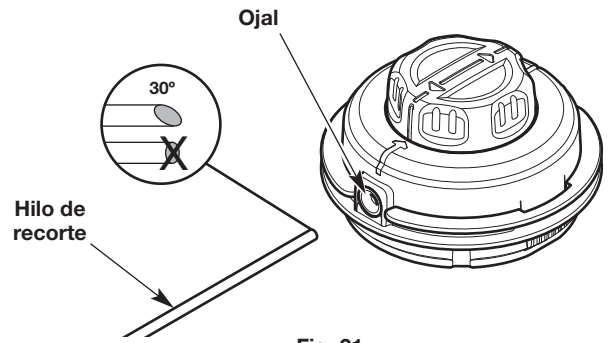
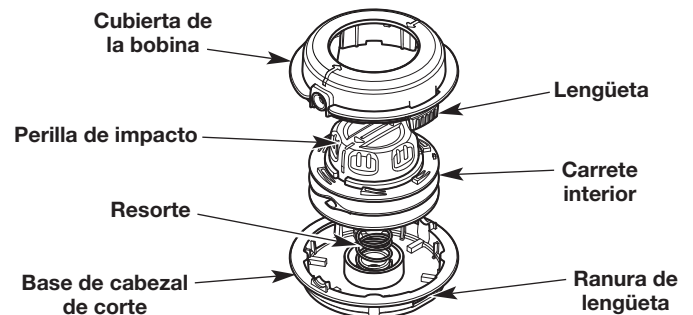

Fig. 21
Fig. 24
2. Corte dos largos de 10 pies (3.0 m) de hilo de recorte nuevo. Corte un extremo de cada hilo en un ángulo de 30° (Fig. 21).
4. Enhebre uno de los hilos por uno de los ojales del cabezal de corte (Fig. 21). Utilice el extremo angulado y empuje el hilo para que entre entre unas 3 pulgadas (7.5 cm). Repita este proceso con el otro hilo y el ojal restante.
- c. Mientras sostiene el destornillador en el lugar, gírelo suavemente para destrabar la lengüeta del panel de las ranuras (Fig. 24).
- d. Retire la cubierta de la bobina (Fig. 24). **NO** extraiga el resorte de la base del cabezal de corte (Fig. 24).
- e. Empuje la perilla de impacto a través de la cubierta de la bobina (Fig. 24). Si los ojales se salen, reinserte los ojales en la cubierta de la bobina (Fig. 21).
- NOTA:** NO separe la perilla de impacto del carrete interior (Fig. 24).
- g. Utilice una tela limpia para limpiar el carrete interior, la base de cabezal de corte y la cubierta de la bobina (Fig. 24).
- h. Inserte la perilla de impacto y el carrete interior en la cubierta de la bobina (Fig. 24).
- i. Alinee las lengüetas de la cubierta de la bobina con las ranuras de la base del cabezal de corte (Fig. 24). Empuje la cubierta de la bobina sobre la base del cabezal de corte hasta que las dos lengüetas queden insertadas a presión.